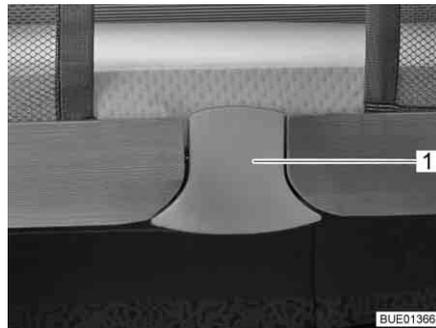
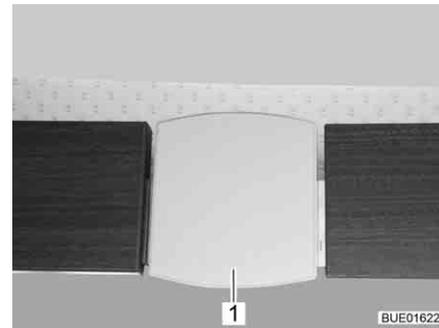

Bild 139 Entriegelung (Elegance)
Bild 140 Entriegelung (Viseo)
- Entriegelungsplatte (Bild 139,1 bzw. Bild 140,1) unten herausziehen. Die Verriegelung ist gelöst.